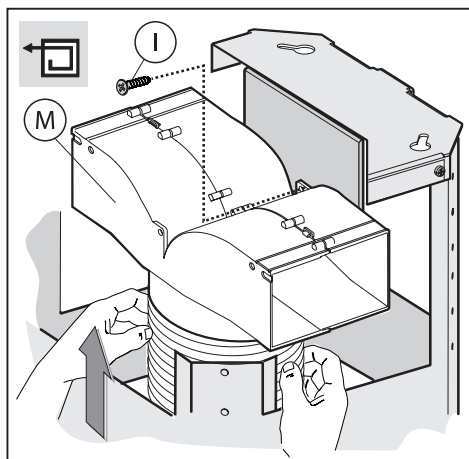
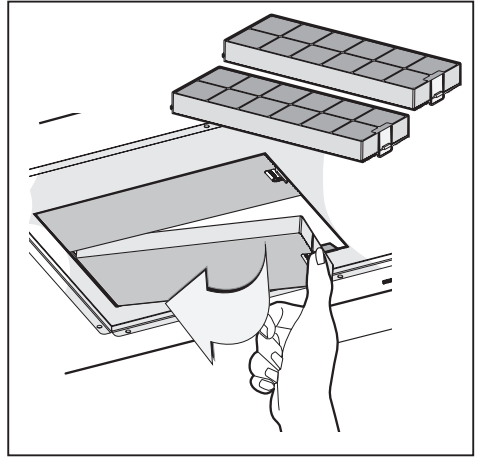
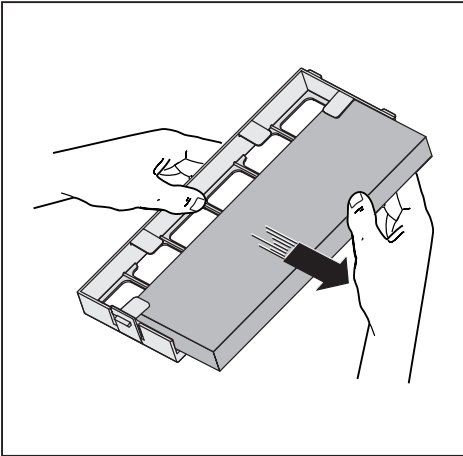

Fig.8 / 8. attēls
Fig.17 / 17. attēls
Fig.18 / 18. attēls
- **Filterrende version:** der findes to forskellige typer sæt - et med kassette-kulfiltere (Fig.17) og et med genbrugskulfiltere (vaskbare) (Fig.18).
- Forbind det bøjelige rør med ventilationsanordningen **M** og fastgør skruerne **I** som vist i (Fig.8), de aktive kulfiltere skal anbringes i den udsugende del, som sidder inde i emhætten (Fig.17).